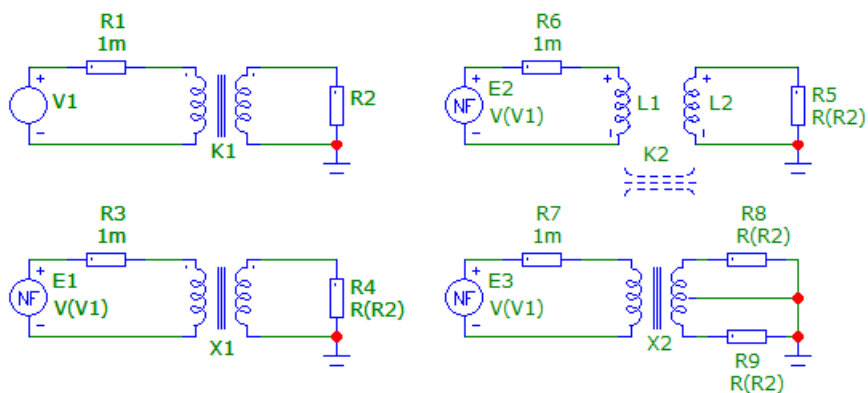

Рис. 7.1. Схемы для исследования работы трансформатора
2.2. Постройте согласно рис. 7.1 схемы для исследования работы различного представления трансформатора.